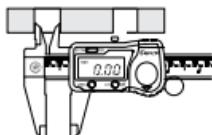
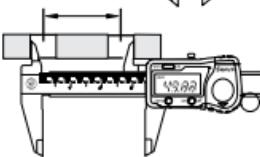

Fig. 8A
Fig. 8B
- **测量孔与孔之间或轴与轴之间的中心距离：** 使用其中一个孔或轴作为基准，按“置零”键(12)以使显示重新置零 (fig. 8A e 9A). 开始测量，中心之间的距离将显示到显示屏上 (fig. 8B & 9B).
- **Medição da distância entre centros de pinos ou de furos idênticos:** utilizando um dos furos ou um dos pinos como referência, pressione o botão “ZERO” (12) para zerar o mostrador (7) (fig. 8A e 9A). Em seguida efetue a medição. A distância entre centros é apresentada no mostrador (fig. 8B e 9B).